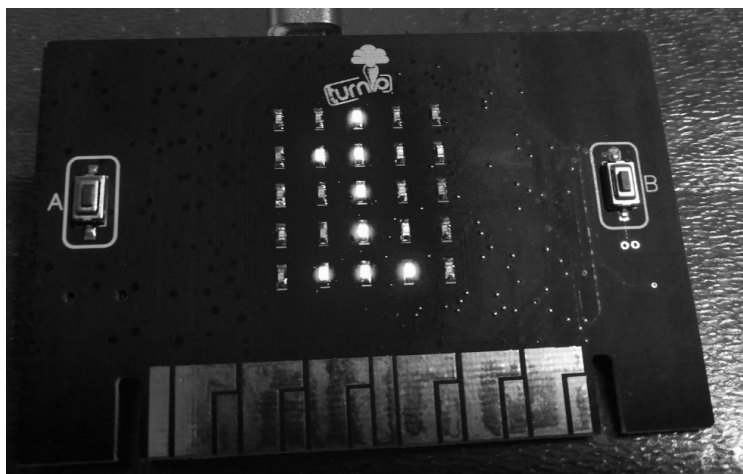

图 3-6 静态显示数字 1
② 点击“下载 hex”按钮，保存 HEX 文件，然后将该文件拖入 TURNIPBIT 磁盘中，我们会看到 TurnipBit 板子上的灯静态显示数字 1，如图 3-6 所示。